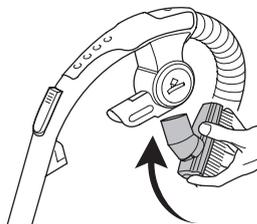

Abb. 11
- Stecken Sie die 2in1-Kombidüse in die Zubehörhalterung (Abb. 11).